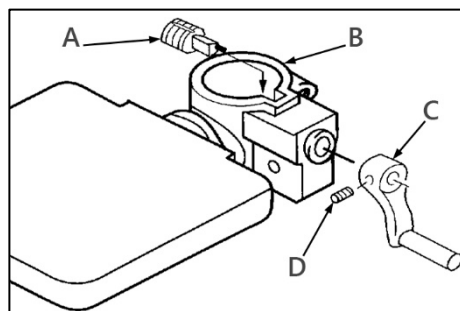
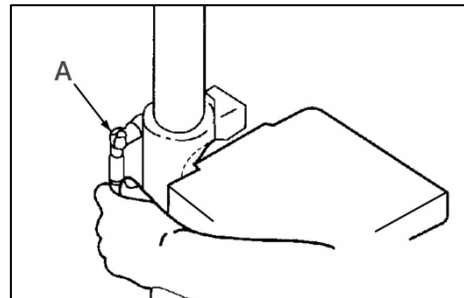

Рисунок 4.
Рисунок 6.
Ослабьте установочный винт (А) (рис. 4) на зажимном кольце (В) при помощи шестигранного ключа 3 мм (С), снимите кольцо и зубчатую рейку (D) с колонны.
Если кронштейн рабочего стола не предустановлен на колонну, вставьте вал (А) червячной передачи (рис. 4) в кронштейн (В) стола до упора. Закрепите рукоятку (С) на валу с помощью установочного винта (D).
Установите ручку фиксации (А) рабочего стола (рис. 6). Для перемещения стола вверх – ослабьте ручку (А) и вращайте ручку (С) (рис. 4) по часовой стрелке, для перемещения вниз – против часовой стрелки. После настройки затяните рукоятку (А) (рис. 6).